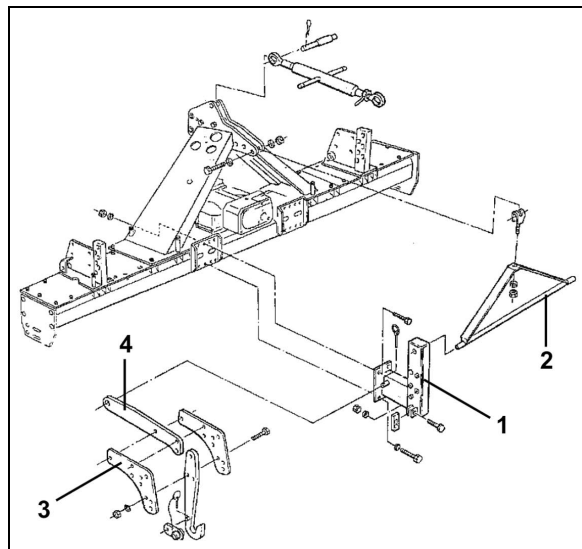

Fig. 57
Zum Befestigen von Sämaschinen mit Unterlenker-Anlenkpunkten Kat. I sind die Abstützungen (Fig. 57/1) untereinander auszutauschen.
1. Abstützungen (Fig. 57/1) rechts und links an den Platten der Bodenbearbeitungsmaschine anschrauben.
2. Befestigen Sie auch gleich den Spannrahmen (Fig. 57/2) zwischen den Abstützungen.
4. Einstellbleche (Fig. 57/3) am Unterlenkerarm (Fig. 57/4) befestigen.